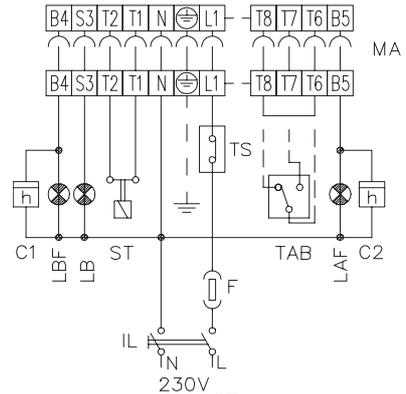

Рис. 27b
- Выполнить электрические соединения к клеммнику питания, согласно схеме на Рис. 27а - Рис. 27b.